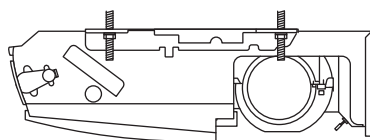

Fig. 3-15
- c) Stringere i 2 dadi esagonali di ciascun bullone di sospensione per sospendere l'unità interna nel modo visto in Fig. 3-15.